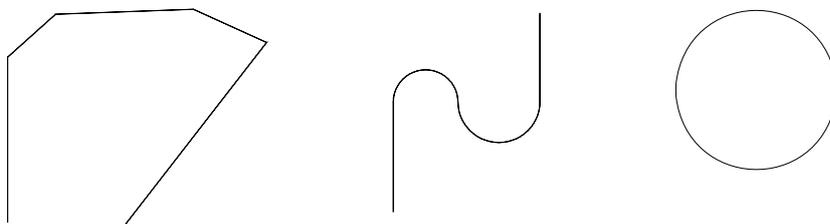

Рисунок 2.1
- 2 Выполнить построение вспомогательных элементов для последующего выдавливания в виде 2D-траекторий с помощью полилинии  (рисунок 2.1).